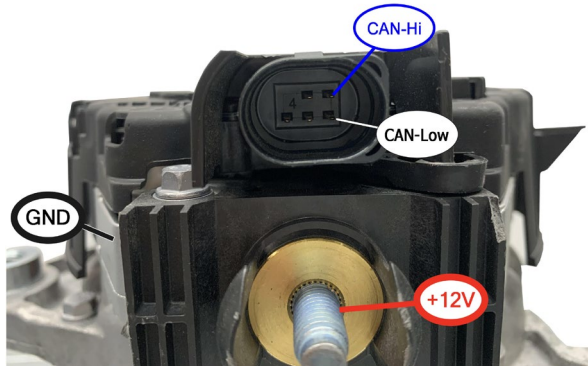

Figura 26. Starter-generator IST50S062
4. Conecte el probador al alternador mediante el cable MS-33505 de acuerdo con la codificación de colores del cable. El esquema típico de conexión de un alternador con control por bus CAN se muestra en la Figura 26.